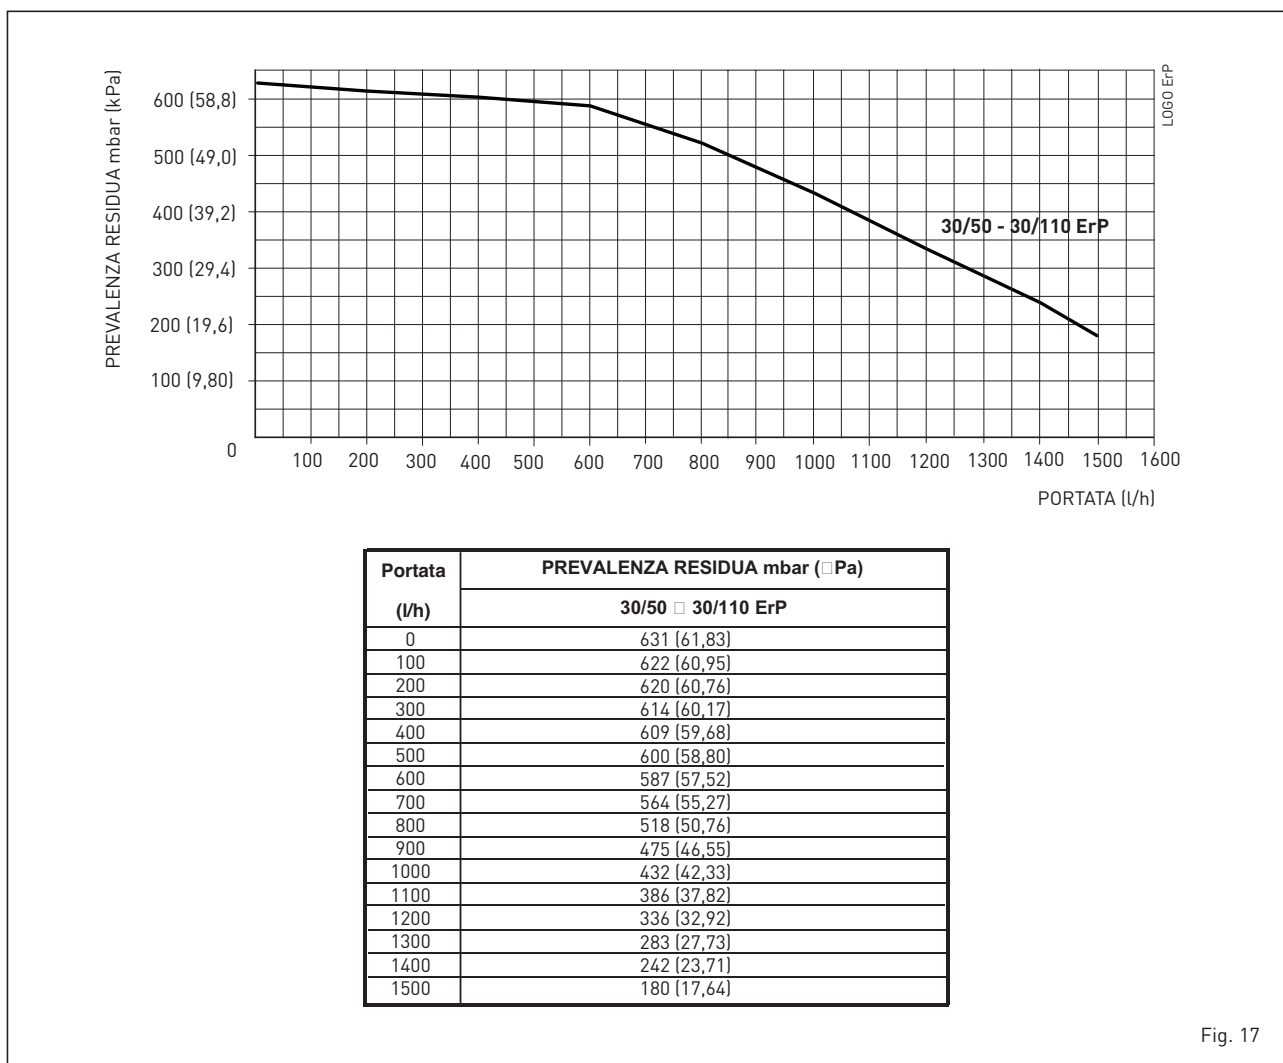

Fig. 17
3.10 PREVALENZA DISPONIBILE ALL'IMPIANTO (fig. 17)